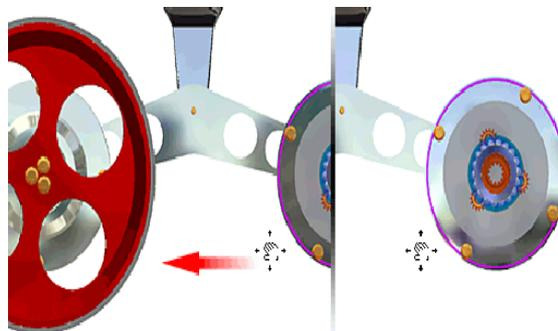

Figura 13. Zoom.
- **Encuadre:** Representada mediante la figura . Utilice el botón Encuadre de la barra de Herramientas Estándar para desplazar la vista de la ventana gráfica en cualquier dirección plana a la pantalla. Puede encuadrar la vista mientras otras herramientas están activas. Pulse F2 para activar temporalmente la herramienta. Como se representa en la figura 13.